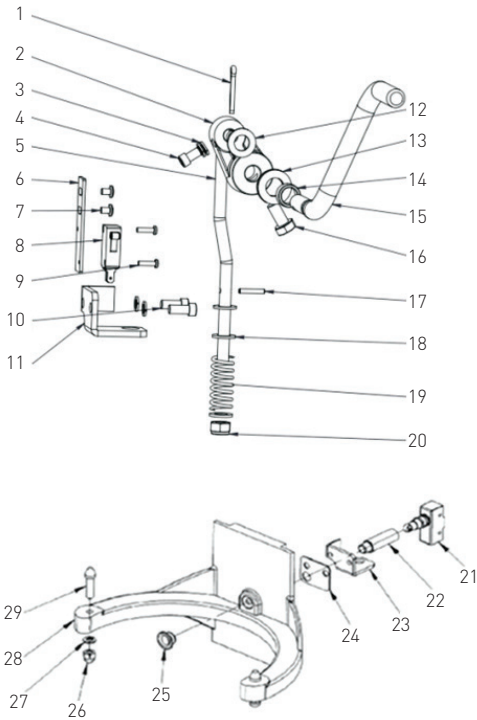

Abb. 3: Baugruppe zum Anheben der Schüssel
- Baugruppe zum Anheben der Schüssel (Abb. 3);
Verzeichnis der Teile des Gerätes, die sich in der Abb. 3 befinden